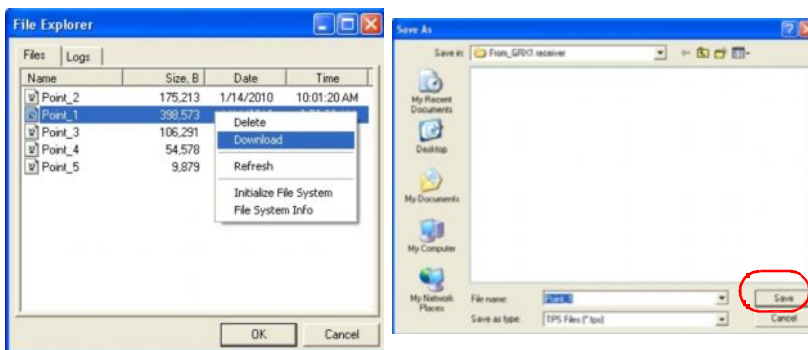

Рис. 5-2. Загрузка файла
3. Чтобы перенести файл на компьютер, выделите его, щелкните правой кнопкой мыши и в выпадающем меню выберите Download. В стандартном окне Save As выберите или создайте папку, куда будет сохранен данный файл (Рис. 5-2). Нажмите кнопку Save, чтобы загрузить файл в компьютер.